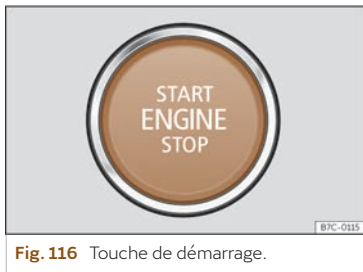

Fig. 116 Touche de démarrage.
Lorsque vous accédez au véhicule, le bouton de démarrage >>> fig. 116 clignote pour attirer l'attention.
- Appuyez sur la touche de démarrage >>> **fig. 116** sans appuyer sur l'accélérateur. Le moteur ne pourra démarrer qu'en présence d'une clé valide dans le véhicule. Après le démarrage du moteur, l'éclairage du bouton START ENGINE STOP reste allumé, indiquant que le moteur tourne¹⁾.
- Appuyez brièvement sur la touche de démarrage >>> **fig. 116**.